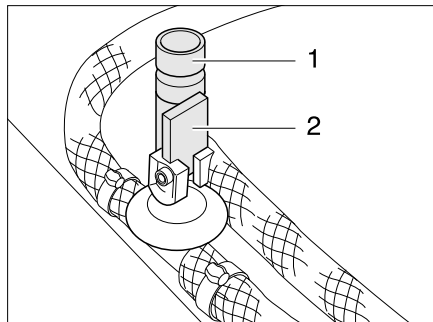

Bild 127 Ablasshähne für Truma Boiler
- Alle Ablasshähne für den Boiler schließen. Dazu den Kipphebel (Bild 127,2) waagrecht stellen bzw. die Kappe (Bild 127,1) im Uhrzeigersinn drehen.
- Alle Ablasshähne für den Boiler öffnen. Dazu den Kipphebel (Bild 127,2) senkrecht stellen bzw. die Kappe (Bild 127,1) entgegen dem Uhrzeigersinn drehen.